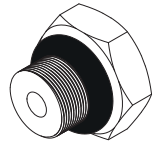

Fig.3
1. Coloque el tapón del equipo en el ponchador. Fig.3